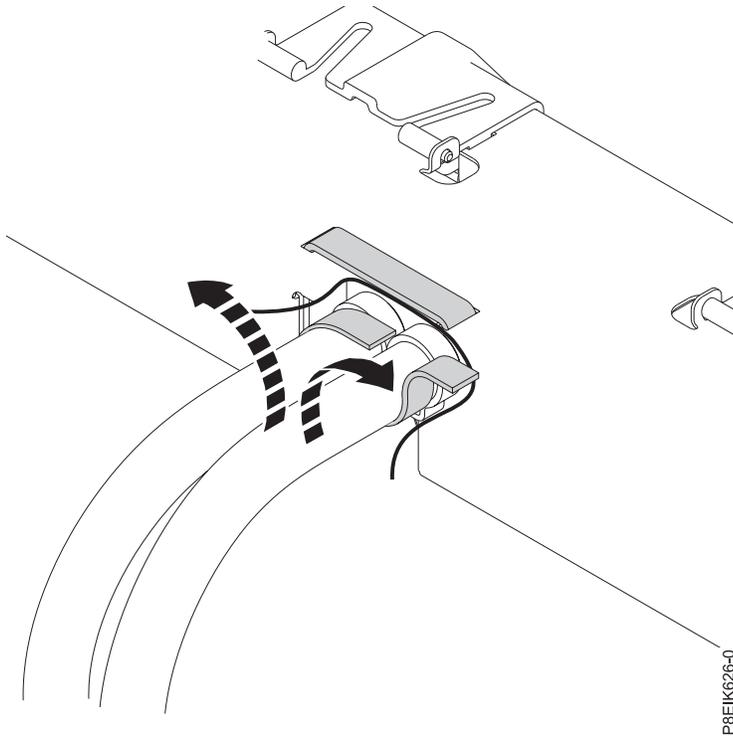

Figure 41. Libération des conduites d'eau du support
6. Une fois toutes les plaques froides fixées à leur GPU ou module processeur, libérez les conduites d'eau de l'attache velcro (voir figure 41).